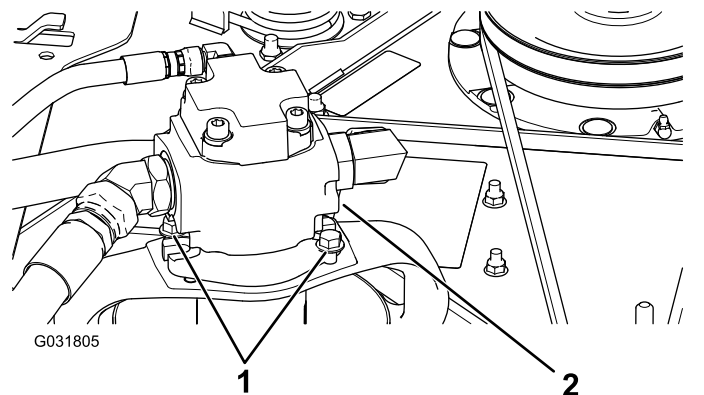

Рисунок 127
5. Снимите болты крепления гидромотора к режущему блоку (Рисунок 127).
3. Снимите болты крепления гидромотора к режущему блоку (Рисунок 127).